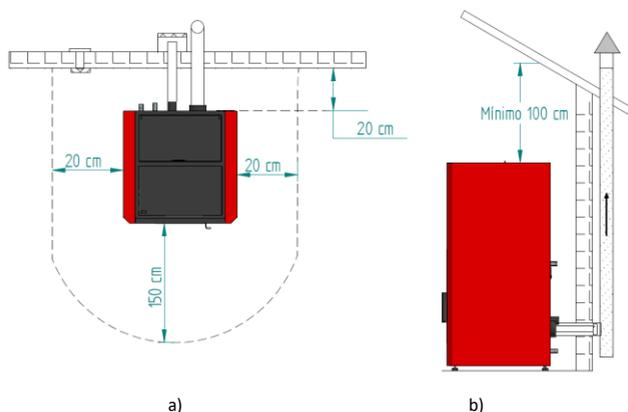

Figura 5 – Distâncias mínimas de todas as superfícies: a) vista superior da instalação do equipamento; b) vista lateral da instalação do equipamento
As distâncias mínimas da compacta a *pellets* às superfícies especialmente inflamáveis estão representadas na Figura 5.
- Conforme indicado na Figura 5, a conduta de exaustão deve ser realizada de modo a que a limpeza e a manutenção sejam asseguradas pela inserção dos pontos de inspecção.